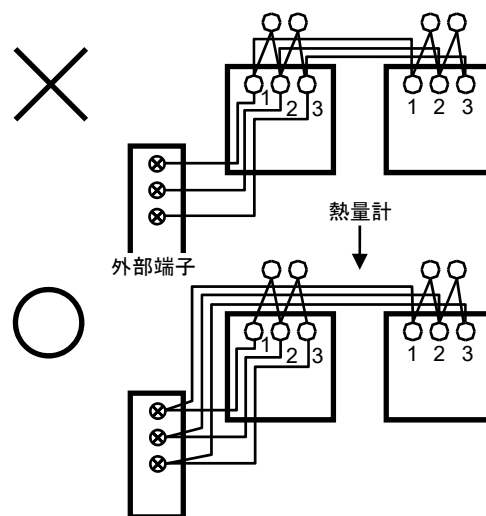

図34
*1 パリスタとの3本ばさみになるので、熱量計から他熱量計への電源（H, G, E）の渡り配線はできません(図34参照)。